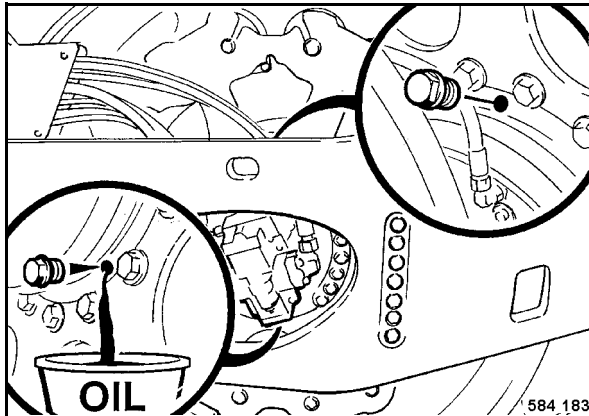

Fig. 191
- Desenroscar por arriba el tapón de llenado (Fig. 191).